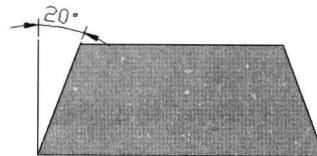

图 8-3-7
- (6) 选择菜单命令“视图 / 三维视图 / 前视图”，在前视图中看到拉伸的倾斜角度为 20 度，如图 8-3-7 所示。